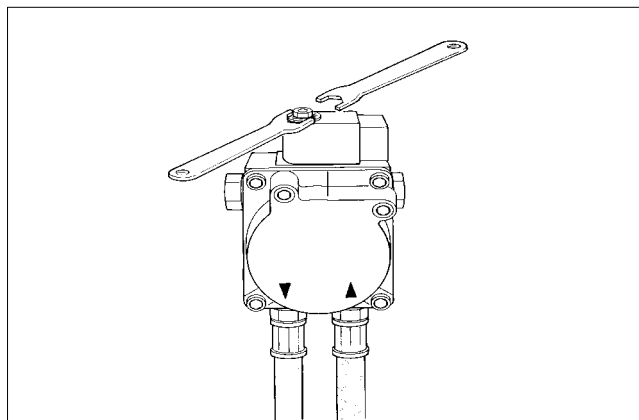

Рис. 3: Насос Suntec
- Открутить гайку (SW 10, рис. 3), удерживая гаечным ключом (SW 14) расположенную под ней шайбу пружины.